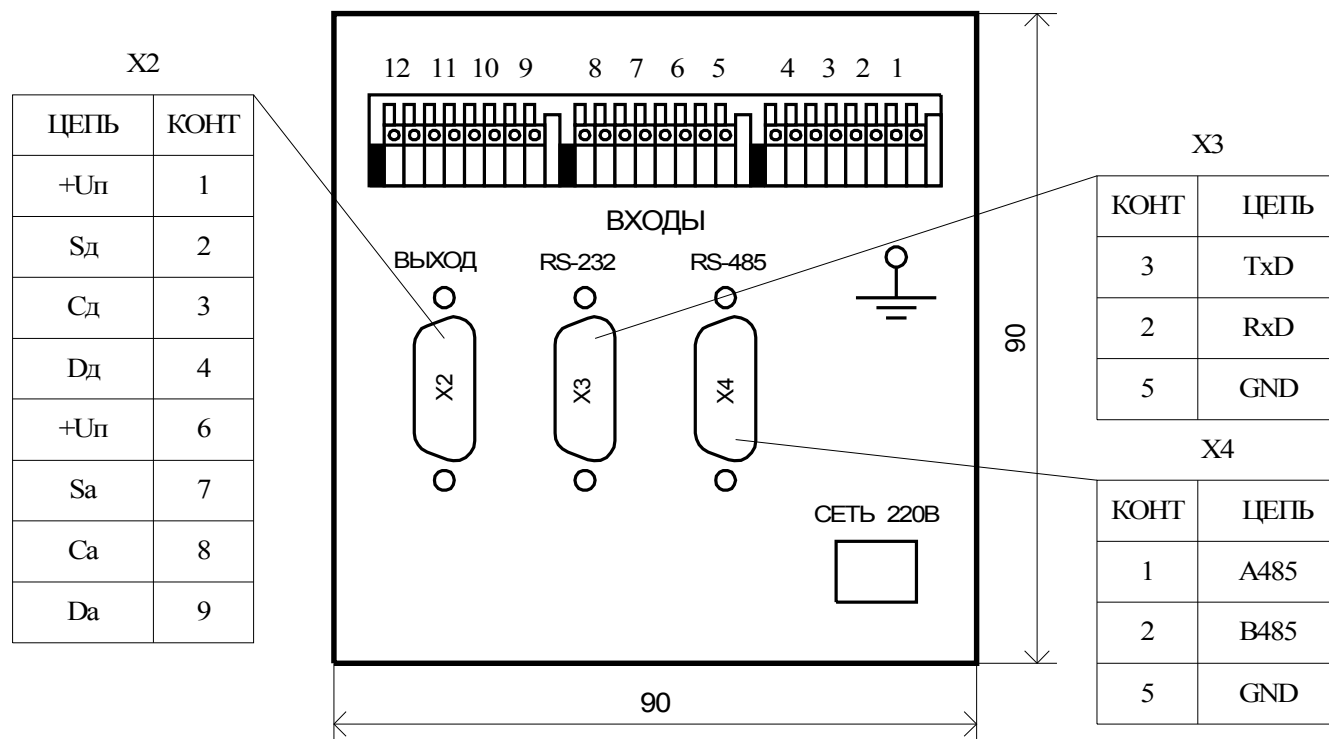

Рис. 3. Задняя панель главного блока
6.3. Входные сигналы подключаются к главному блоку через клеммники нажимные, обозначенные на задней панели как "ВХОДЫ" (см. рис. 3). Нумерация каналов идет справа налево. Входы разбиты на три группы по 4 канала (1 ÷ 4; 5 ÷ 8; 9 ÷ 12). Каждый канал имеет 2 клеммы. Внутри каждой группы правые клеммы каналов объединены и подключены перемычкой либо к внутреннему источнику питания +24В, либо к общему проводу входной цепи GND.